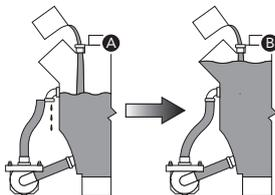

図 4. 空気だまりを避けるために、クーラントの充填時は、排出ホースを取り外します (A)。クーラント水位がエンジン側排出口の高さまで達したら、再び排出ホースを接続して、空気だまりが製品内に残らないようにします (B)。
12. エンジンメーカーの推奨にしたがって、クーラントを作成してください。次に、エンジンにクーラントを再充填します。空気だまりの発生を避けるために、クーラントの再充填は、排出ホースを取り外した状態で行ってください（図4参照）。